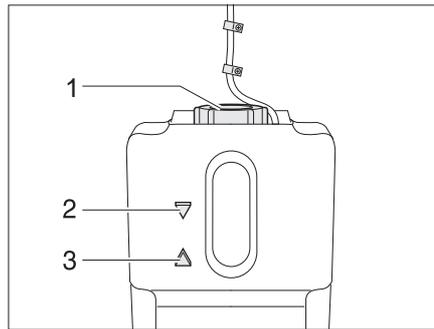

Bild 282 Ausgleichsbehälter Warmwasser-Heizung
- Prüfen, ob am Ausgleichsbehälter (Bild 282) die Flüssigkeit zwischen der Markierung "MIN" (Bild 282,3) und "MAX" (Bild 282,2) steht.
- Am Ausgleichsbehälter den Drehverschluss (Bild 282,1) aufdrehen.